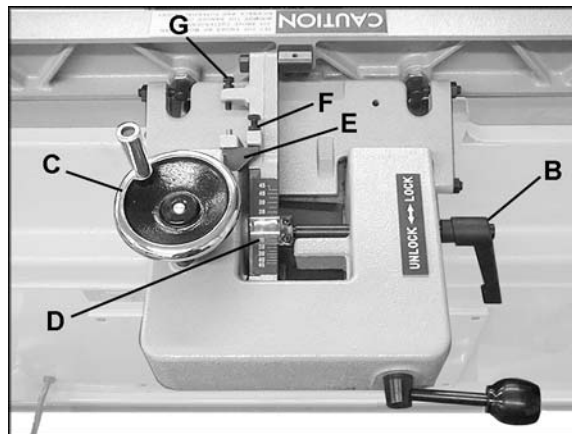

Figura 18
1. El tope de 45 grados en retroceso es controlado por el tornillo (G, Figura 18), el cual hace contacto la parte posterior de la guía cuando la guía está inclinada para atrás.
2. Cambie la posición del bloque de tope (E, Figura 18) grados sacándolo del camino.
3. Afloje la manija de bloqueo (B, Figura 18) y afloje la tuerca hueca del tornillo (G, Figura 18).
5. Si necesario, gire el tornillo (G, Figura 18), hasta que la guía sea nivelada contra el ángulo del transportador.
6. Ajuste nuevamente la tuerca del tornillo (G, Figura 18) y ajuste la manija de bloqueo (B, Figura 18).